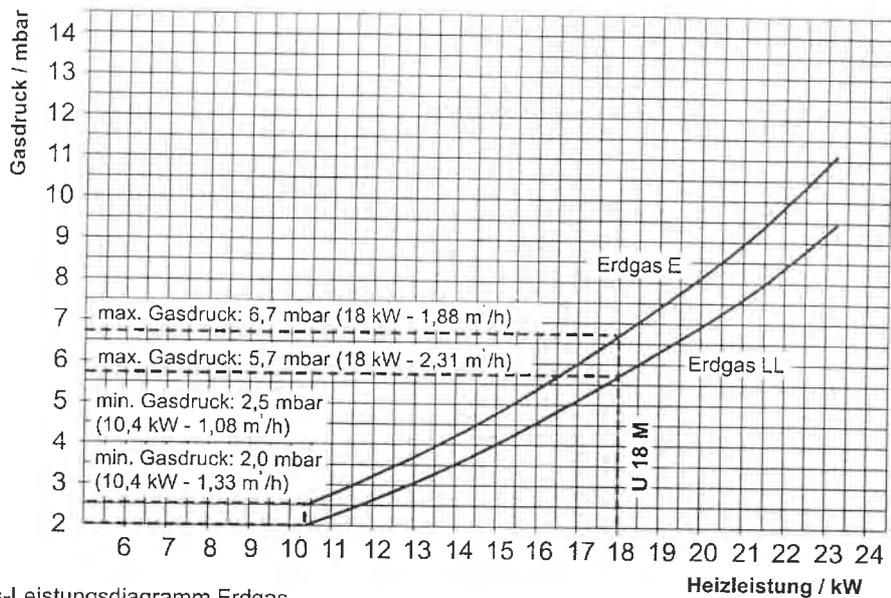

Abb. 5.9 Gas-Leistungsdiagramm Erdgas
- Messen Sie den **Gasfließdruck** am Gaseingangsmeßstutzen (A) **Er muß zwischen 18 und 24 mbar liegen.**
- Schließen Sie Ihr Druckmessgerät am Gas-Ausgangs-Meßstutzen an (B).
- Ziehen Sie den Schlauch vom Luftdruckmeßstutzen (F).
- Entfernen Sie die Abdeckschraube (C).
- Stellen Sie entsprechend Diagramm Abb. 5.9 bzw. Abb. 5.10 den minimalen Gasdruck langsam an der Einstellschraube (D) ein. Der Gasdruck wird durch Drehen im Uhrzeigersinn reduziert und entgegen dem Uhrzeigersinn erhöht.
- Stellen Sie entsprechend Diagramm Abb. 5.9 bzw. Abb. 5.10 den maximalen Gasdruck langsam an der Einstellschraube (E) ein. Der Gasdruck wird durch Drehen in Uhrzeigersinn erhöht und entgegen dem Uhrzeigersinn reduziert.
- Stecken Sie den Schlauch wieder auf den Luftdruckmeßstutzen (F), montieren sie die Abdeckschraube (C) und verschließen Sie die Meßstutzen A+B.